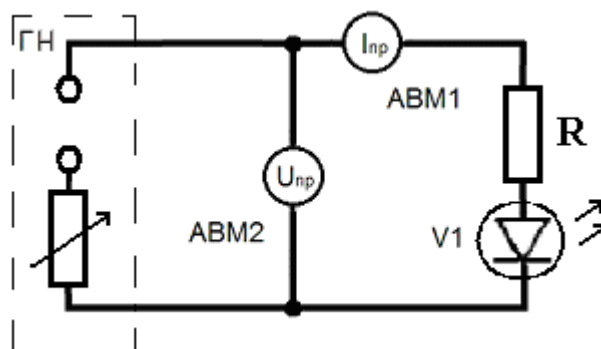

Рис. 5.5. Схема для снятия характеристик светодиода.
5.2. Установить на лабораторном стенде плату №10 из рабочего комплекта, произвести сборку электрической схемы (рис.5.5) с помощью соединительных проводов, подключив источник напряжения ГН, и измерительные приборы АВМ1, АВМ2.
5.7. Собрать схему с двухцветным светодиодом (рис. 5.5).
5.10. Собрать схему с трехцветным светодиодом (рис. 5.5).